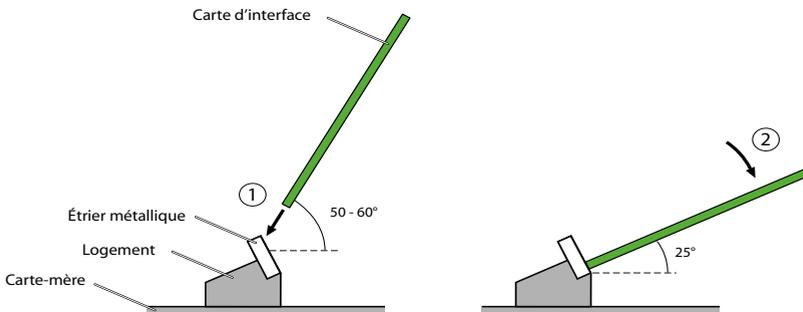

Fig. 23 Installer une carte d'interface
3. Placez la carte d'interface légèrement de biais dans le slot désiré (voir Fig. 23). Le côté de biais doit alors pointer vers l'arrière (il ne doit donc pas déborder sur les slots d'adaptateur de câblage).